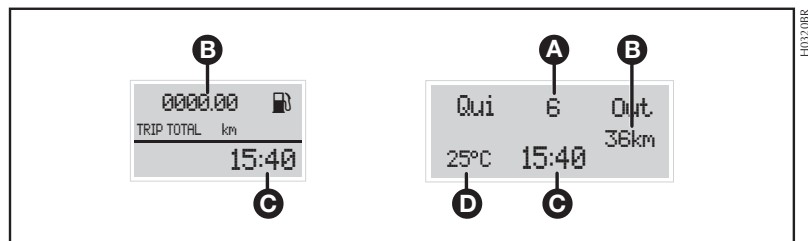

fig. 57
- Hodômetro total/parcial (B—fig. 57)
- Relógio (C—fig. 57)
- Temperatura externa (D—fig. 57)
- Data (A—fig. 57)